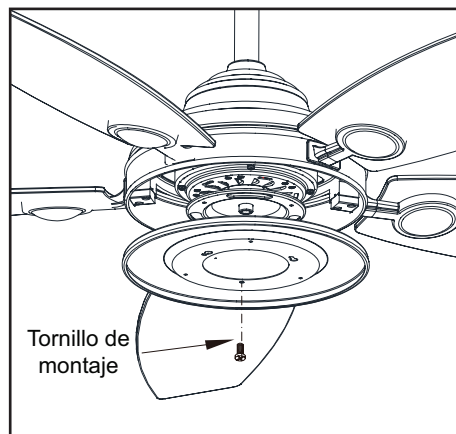

Figura 13
1. Afloja, pero no quites, dos de los tres tornillos de montaje del conjunto motor-ventilador; retira un tornillo de montaje. (Figura 13)
2. Empuja la carcasa del kit de luces hasta el conjunto motor-ventilador de manera que las cabezas de los dos tornillos aflojados encajen en las ranuras tipo ojo de cerradura. Gira la carcasa del kit de luces hacia la derecha y aprieta los tornillos. Vuelve a instalar el tornillo que retiraste en el paso 1 y apriétalo firmemente. (Figura 13)